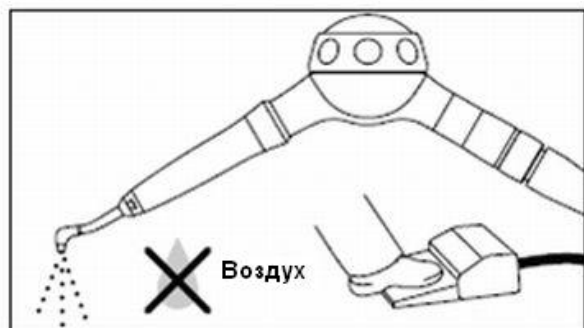

Рис. 5
2) Дайте устройству поработать вхолостую, только с воздухом для того, чтобы удалить воду и порошок из насадки. (Рис. 5)